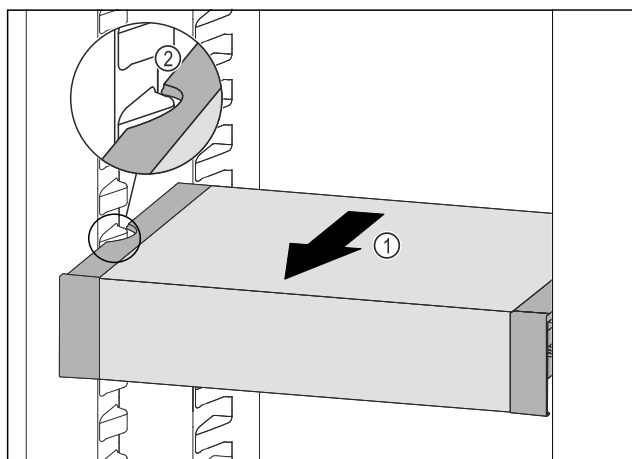

Fig. 248
- VarioSafe pociągnąć w przód Fig. 248 (1), aż boczne wycięcia szuflady VarioSafe będą się znajdować na wysokości żeber pojemnika w chłodziarnie Fig. 248 (2)